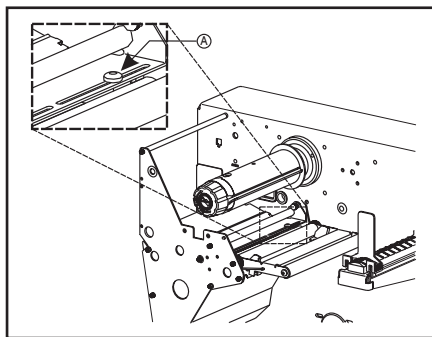

Figura 12
1. Retire a fita de impressão. Localize o Sensor Superior do Rolo de Etiquetas (Figura 12-A).